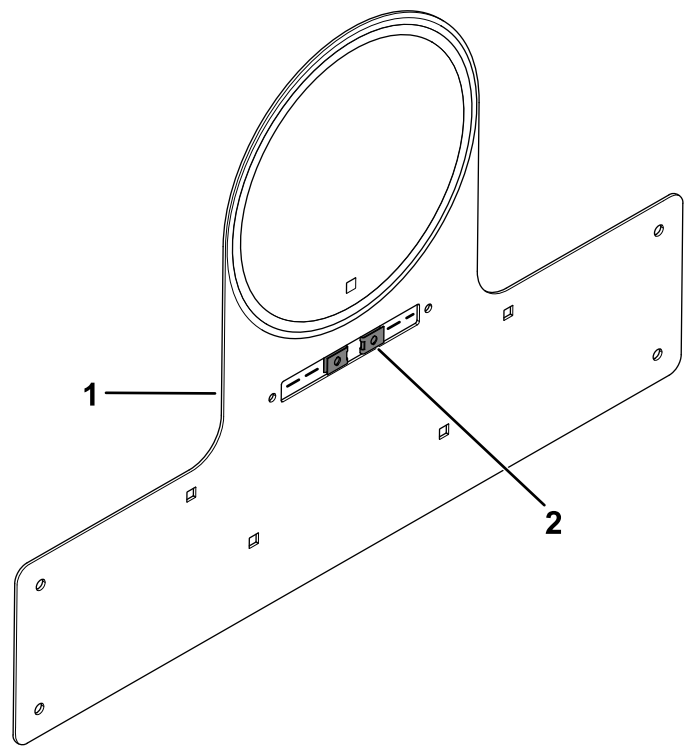

Bild 26
6. Montieren Sie die beiden Blechmutter an der Halterung für die Geschwindigkeitsplatte (Bild 26).